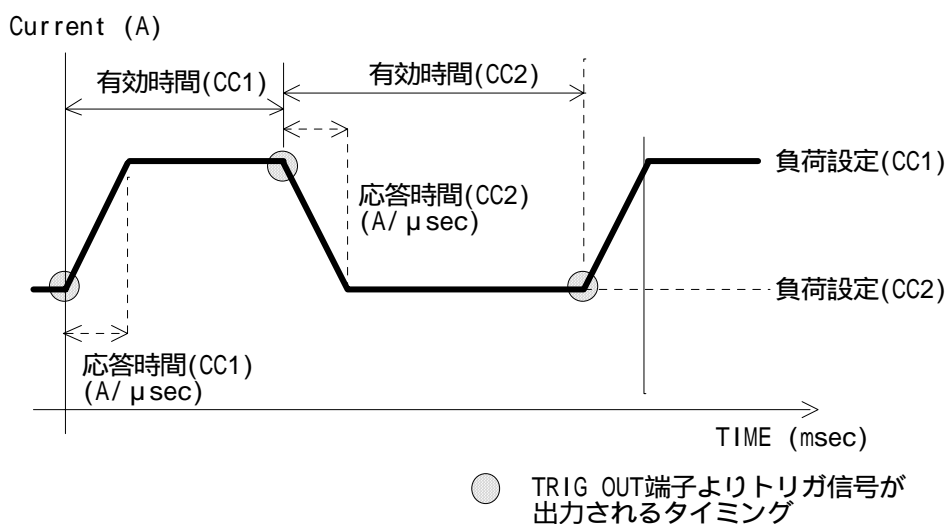

図 5-11-1 DYNAMIC 負荷時の波形特性図
- ・ DYNAMIC 動作時は、前面パネルの TRIG OUT 端子からトリガ信号がされます。図 5-11-1 の○をつけた個所で TRIG 信号が出力します。詳しくは “ 2.4 TRIG OUT の接続 ” を参照してください。
(2) 負荷モード